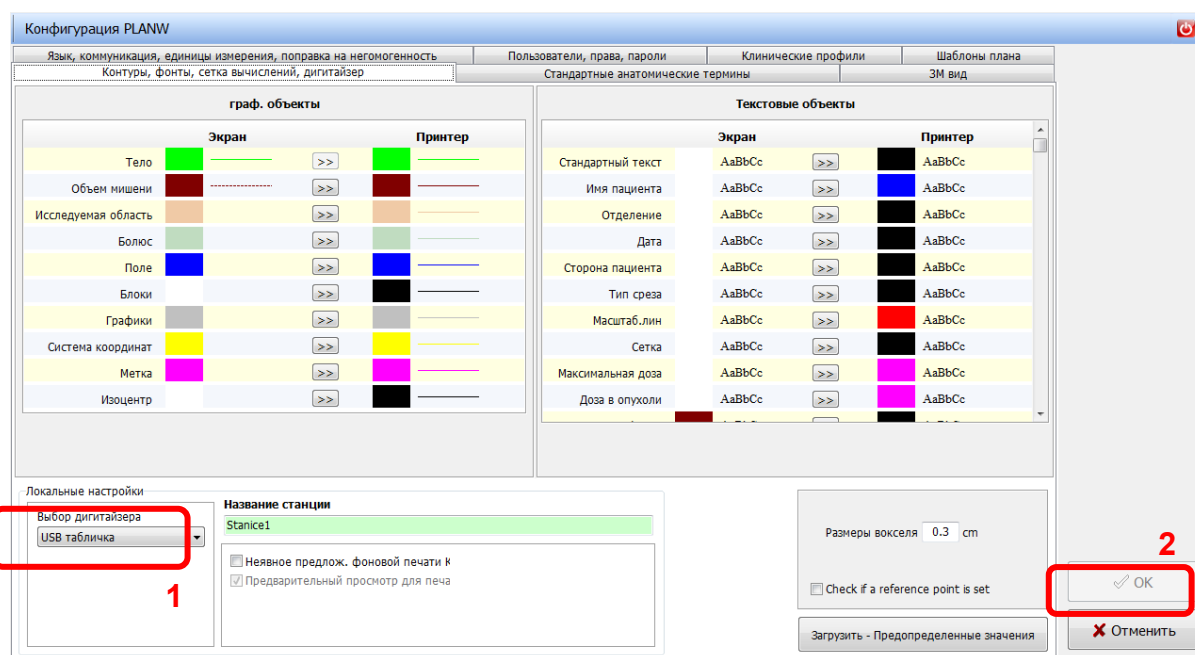

Рис. 52 Конфигурация дигитайзера
2. В части **Локальные настройки** > **Выбор дигитайзера** выберите позицию **USB Табличка** > нажмите **OK** (смотрите шаги 1-2 на Рис. 52)